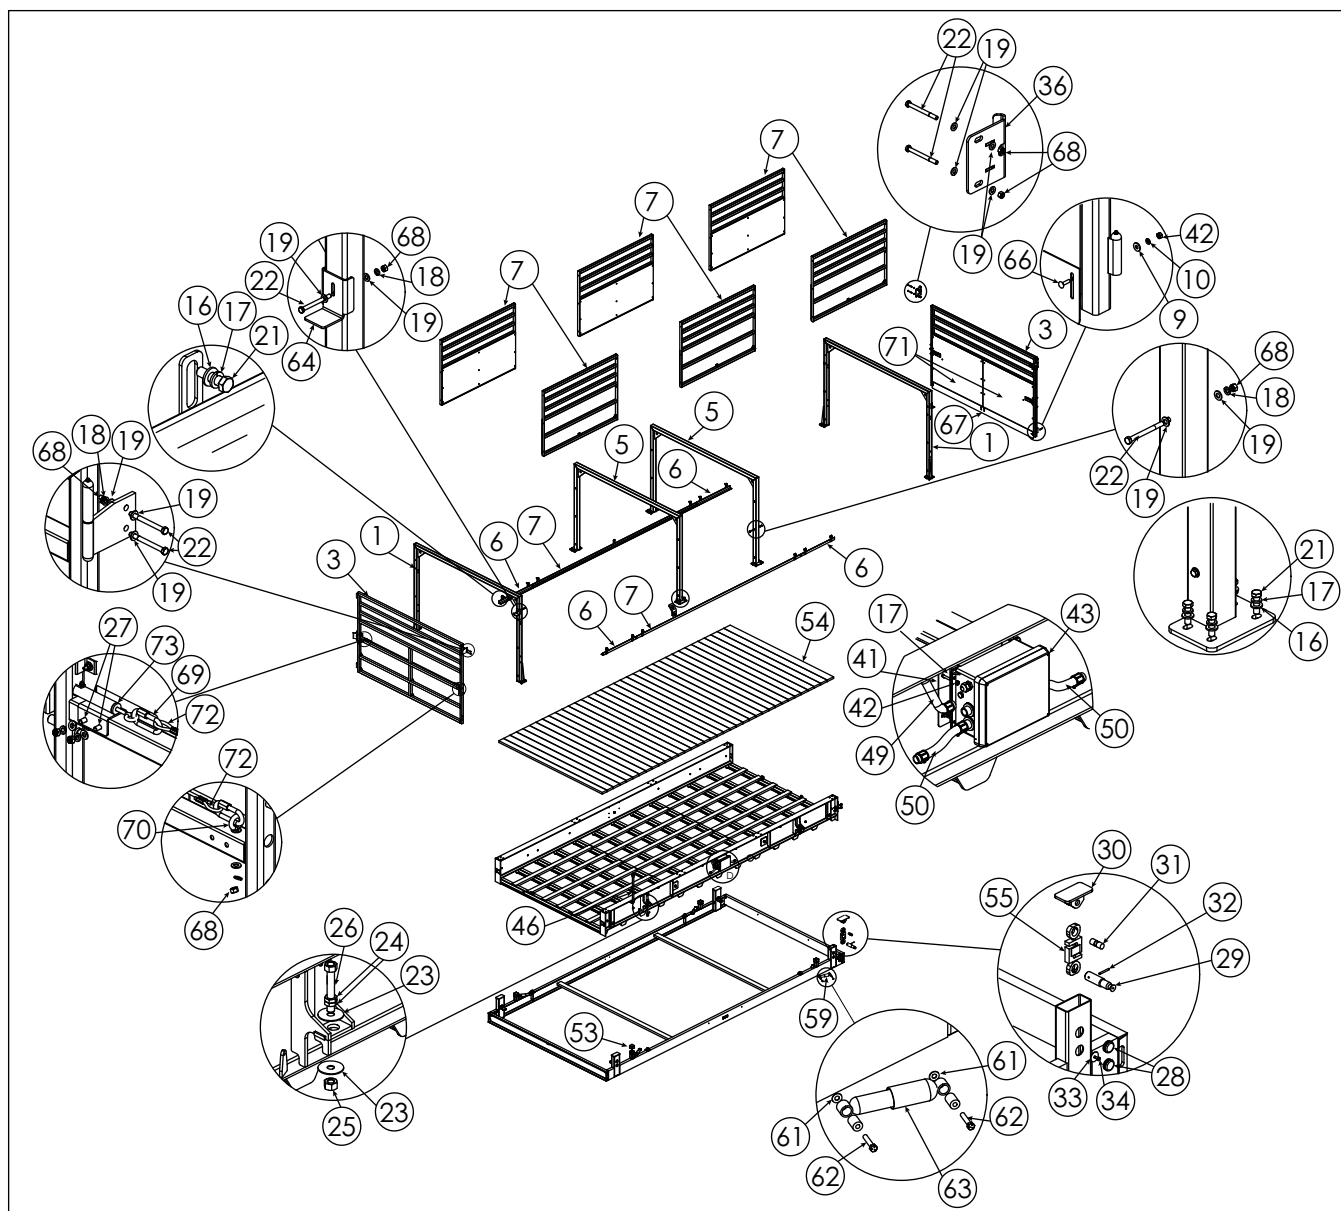

Figura 3-1. Ilustración de piezas de MAS-LC
**NOTA:** Las piezas de repuesto que se muestran en la Figura 3-1 y la Tabla 3-1 en la página 13 son para los modelos MAS-LC fabricados en 2019 y posteriores.